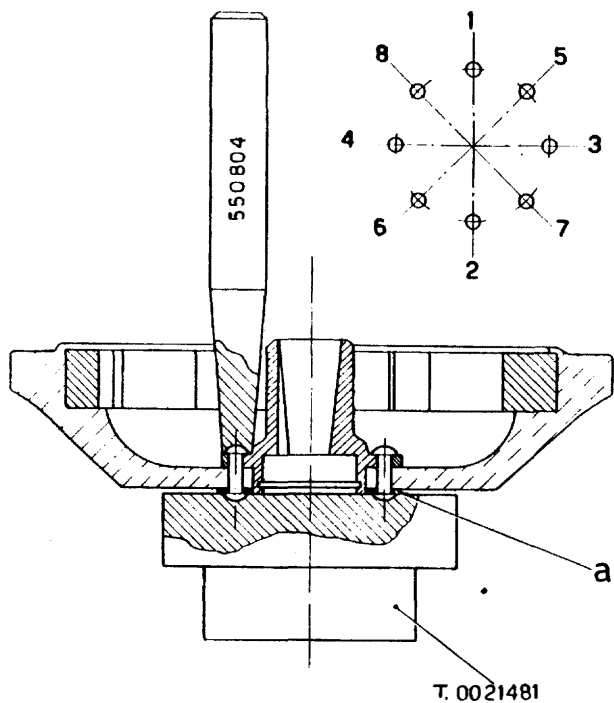

Fig. 22
3. - Remove the washer indicated by the letter «a» in fig. 22 and then extract the rivets using the punch 550805.
5. - Open out the internal diameters of the washer, indicated by « a » in fig. 22, to 4.5 mm. (For the above mentioned models of the Vespa G. S. open out the holes to dia. 5.5 mm).
Mount the washer on the external face of the rotor, the cam and oversized rivets then form the rivet heads as indicated in fig. 22 using the dolly T. 0021481 and punch 550804.
5. - Llevar a \varnothing 4,5 mm. los agujeros de la arandela « a » (ver fig. 22). Para las Vespas G. S. anteriormente citadas, llevar los agujeros a 5,5 mm. de diámetro. Montar la arandela sobre la parte exterior del rotor, la excéntrica y los remaches aumentados de medida; remachándolos según el orden indicado en la fig. 22 con la matriz T. 0021481 y el punzón 550804.